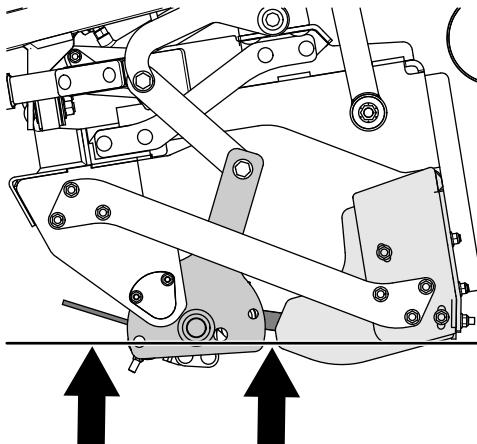

Figura 50
4. Incline el soporte del apero combinado hacia atrás (Figura 50) hasta que las púas estén por encima del borde inferior de la cuchilla de la grada; consulte Inclinación hacia adelante del apero de montaje intermedio (página 33).